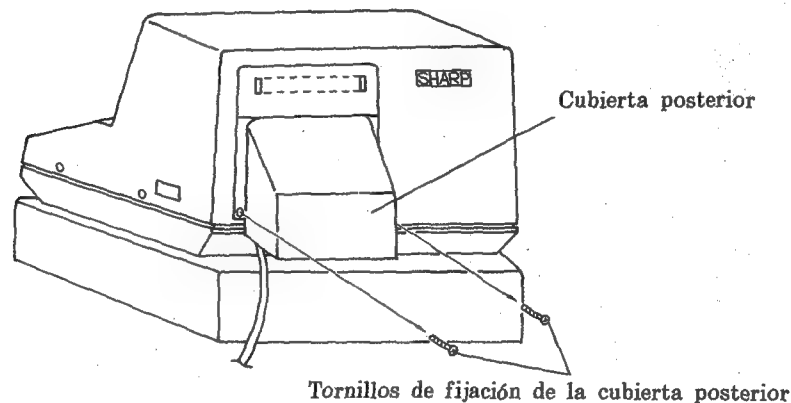

Figura 30
(1) Desenchufe la ER-6750 por razones de seguridad.
(2) Extraiga la cubierta posterior.
- b) Tire ligeramente de la cubierta posterior hacia atrás y hacia abajo, y se desprenderá del cuerpo. (Vea la figura 30.)